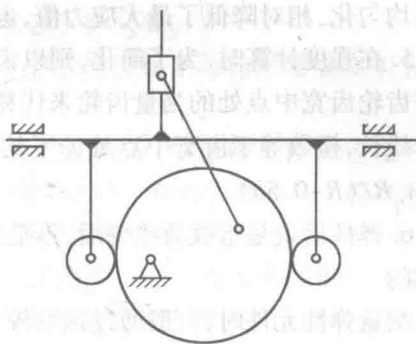

图 2
2. 试计算下列平面运动链(图 2)的自由度。(解题时若遇有复合铰链、局部自由度或虚约束,应明确指出。其中,偏心轮为原动件,两个滚子圆中心之间的距离等于偏心轮的直径加上滚子圆的直径)判断平面运动链能否成为机构。若平面运动链能够成为机构,请对其进行结构分析,拆分杆组,按照顺序画出各个杆组,分析杆组的级别及机构的级别。